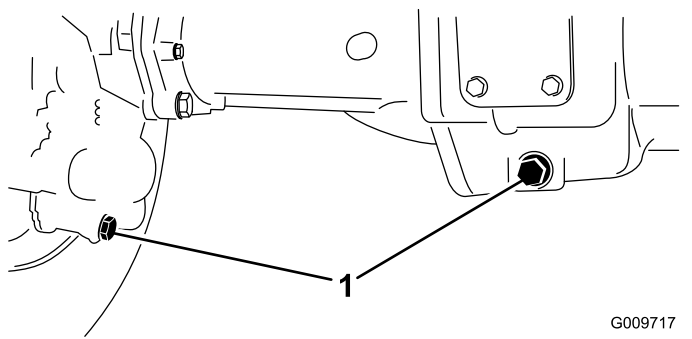

Figura 42
2. Pulite attorno ai tre tappi di spurgo, uno per lato ed uno in centro (Figura 42).